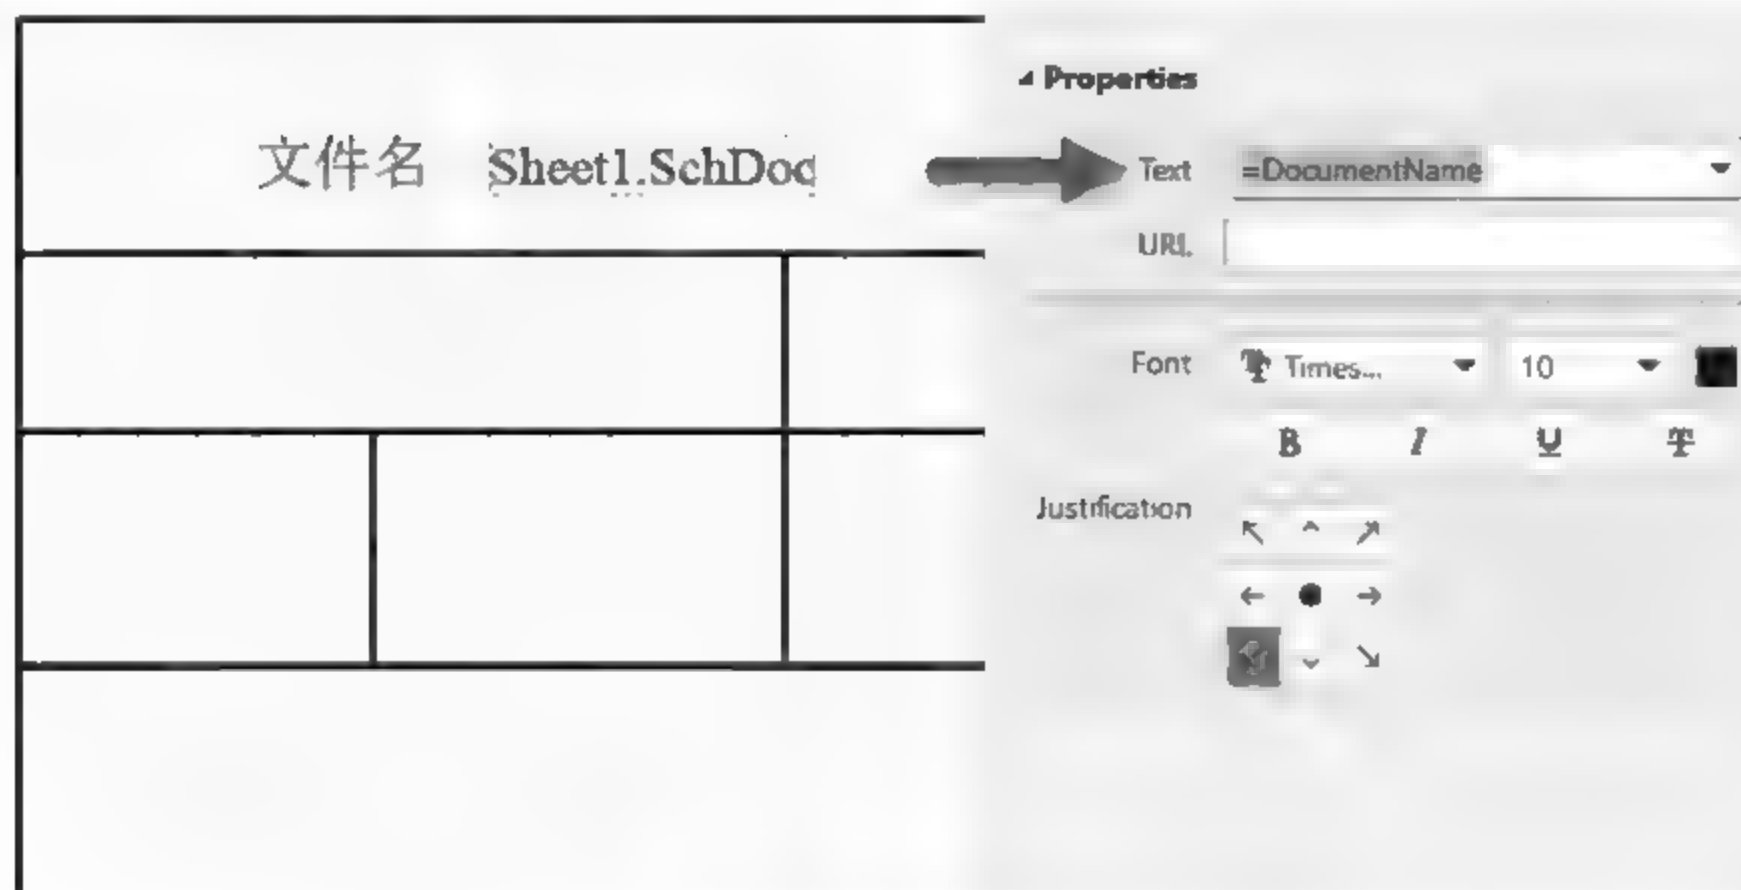

图 4-11 添加信息栏信息
(4) 接下来就是在信息栏中添加各类信息。这里放置的文本有两种类型,一种是固定文本,另一种是动态信息文本。固定文本一般为标题文本。例如,在第一个框中要放置固定文本“文件名”,可以执行菜单栏中“放置”→“文本字符串”命令,待光标变成十字形状并带有一个文本字符串 Text 标志后,将其移到第一个框中,单击鼠标左键即可放置文本字符串;单击文本字符串,将其内容改为“文件名”。
(5) 动态文本的放置方法和固定文本的放置方法一样,只不过动态文本需要在 Text 下拉列表框中选择对应的文本属性。例如,要在“文件名”后面放置动态文本,可在加入另一个文本字符串后,双击该文本字符串,打开文本属性编辑面板,在 Text 下拉列表框中选择“=DocumentName”选项,单击“确定”按钮后,在图纸上会自动显示当前文档的完整文件名,如图 4-11 所示。